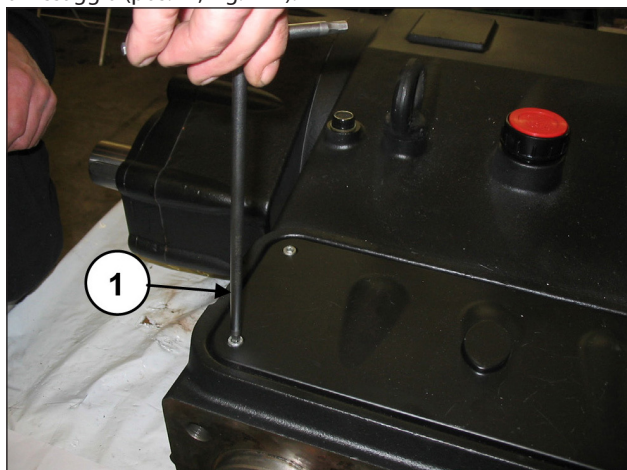

Fig. 112
Rimuovere il coperchio di ispezione superiore svitando le 4 viti di fissaggio (pos. ①, Fig. 112).